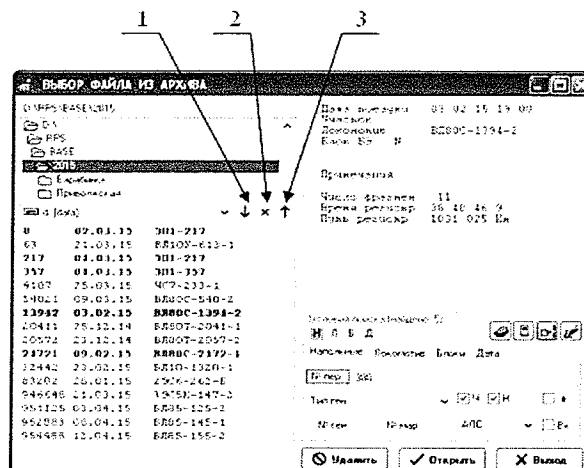

Рисунок 22 – Автопереход по файлам
Для просмотра результатов поиска сразу по всем файлам выбранной в архиве папки, предусмотрены кнопки «автопереход по файлам: вниз», «автопереход по файлам: вверх», «автопереход по файлам: отключен» (поз. 1 – 3 рисунок 22).
- активировать режим автоматического прохода по результатам поиска нажатием кнопки «автопереход по файлам: вниз» или кнопки «автопереход по файлам: вверх» (поз.1 и поз.3 рисунок 22);
Выключение режима автоматического прохода по результатам поиска осуществляется нажатием кнопки «автопереход по файлам: отключен» (поз.2 рисунок 22).